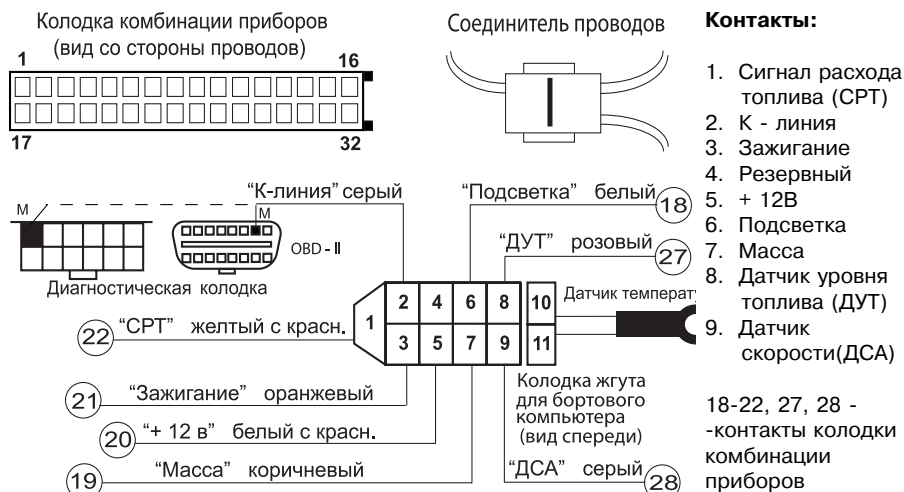

Рис. 1 Подключение БК
- 3.Пропустить провод "К - линии" к диагностической колодке, которая находится под рулевой колонкой с правой стороны и подсоединить его к гнезду "М" (рис.1).
- 4.Соединителями проводов (входят в комплект) подключить провода жгута БК к проводам жгута колодки комбинации приборов в соответствии с их нумерацией (рис.1).